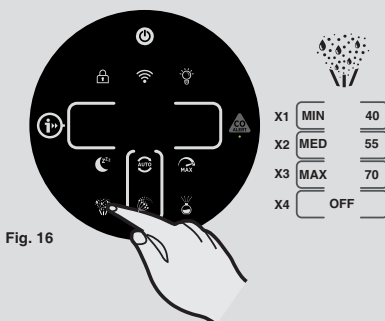

Fig. 16
**Luftfukterfunksjon: [Fig. 16]**